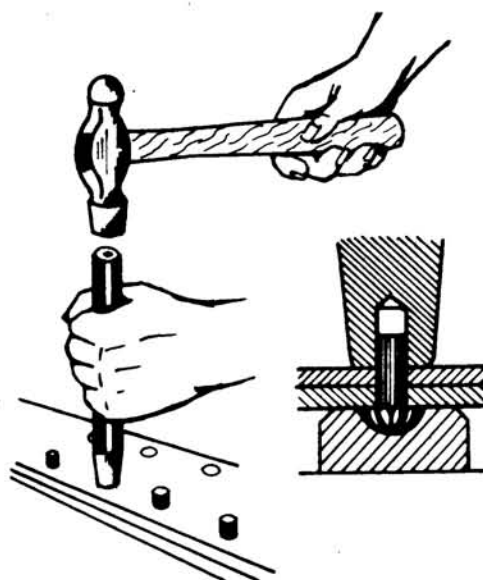

Fig. 4
- c Acerque las piezas con el tira-remaches (fig.4).